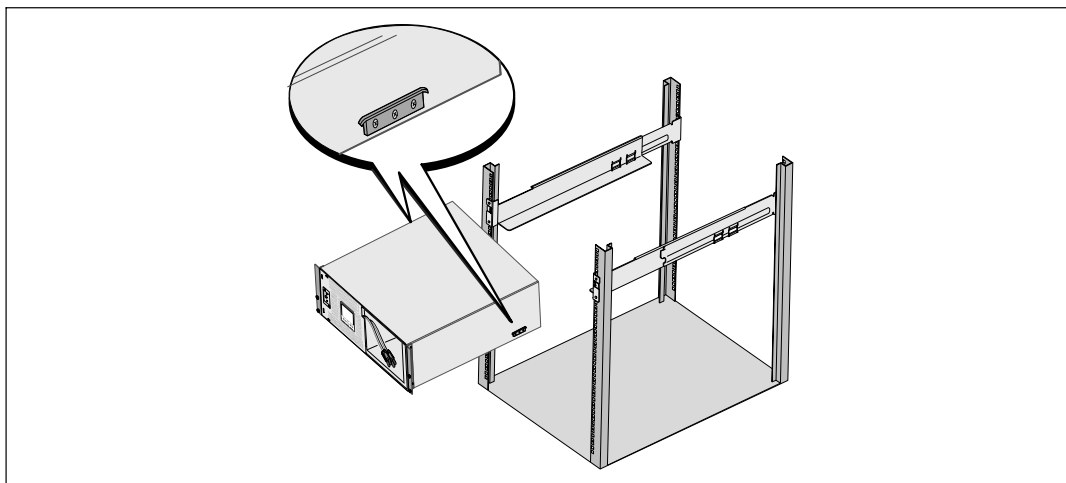

図 10. キャビネットの設置方法
- 6 キャビネットをラックにスライドして取り付けます (図 10を参照)。